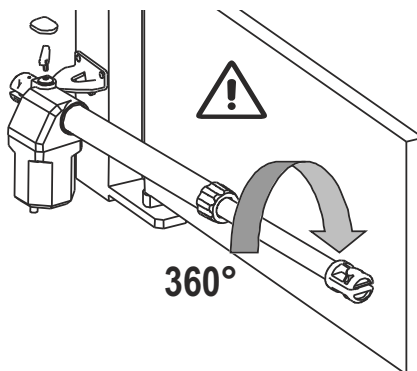

FIG. 5
- 7 - Vissez le tube D. 1 tour complet de  $360^\circ$  (FIG. 5).